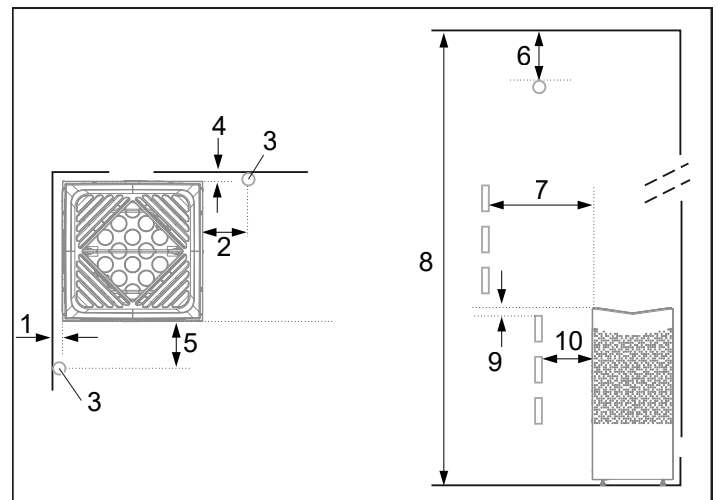
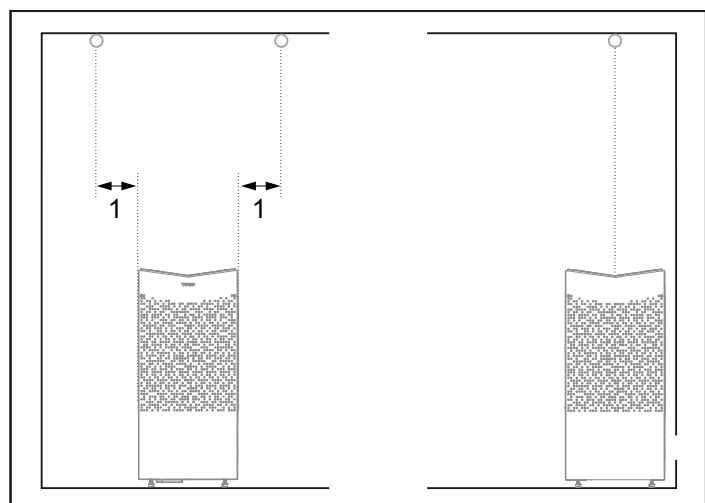

Fig 3: Placering av Singel bastuaggregat - normalmontage
Fig 4: Takmontering av sensorn
- Planera bastuaggregatets placering (se Avsnittet Aggregatets placering - normalmontage, fig 3).
- Planera sensorns placering (se Fig 3 samt Fig 4).
- på säkert avstånd till sidoväggar och inredning (se Fig 3).
Placera sensorn enligt bilden (se Fig 3), tänk på att inte någon aktiv friskluftsventil närmare än 1000 mm.
Om väggen på vilken sensorn ska installeras är gjord av mycket värmeabsorberande material (t.ex. betong, tegel m.m.) eller om väggen är gjort av hårdats glas, kan sensorn placeras i taket med avstånd från aggregatet enligt Fig 4.